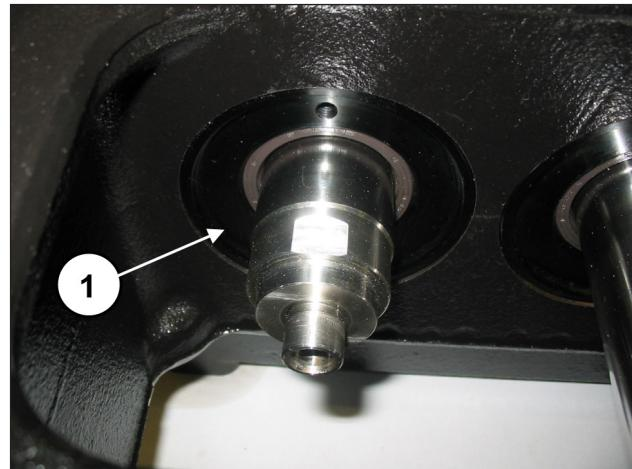
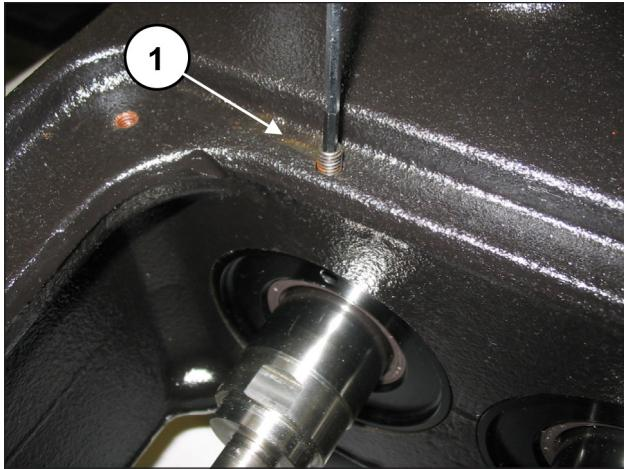

Рис. 95
Рис. 96
Вставьте узел, смонтированный внутри корпуса, в соответствующее гнездо, убедившись, что крышка полностью встала на место (поз. ①, Рис. 95), и стараясь не повредить кромку радиального уплотнительного кольца. ПРИКРУТИТЕ КРЫШКИ САЛЬНИКА С ПОМОЩЬЮ 2 ШТИФТОВ М6х30 (поз. ①, Рис. 96).